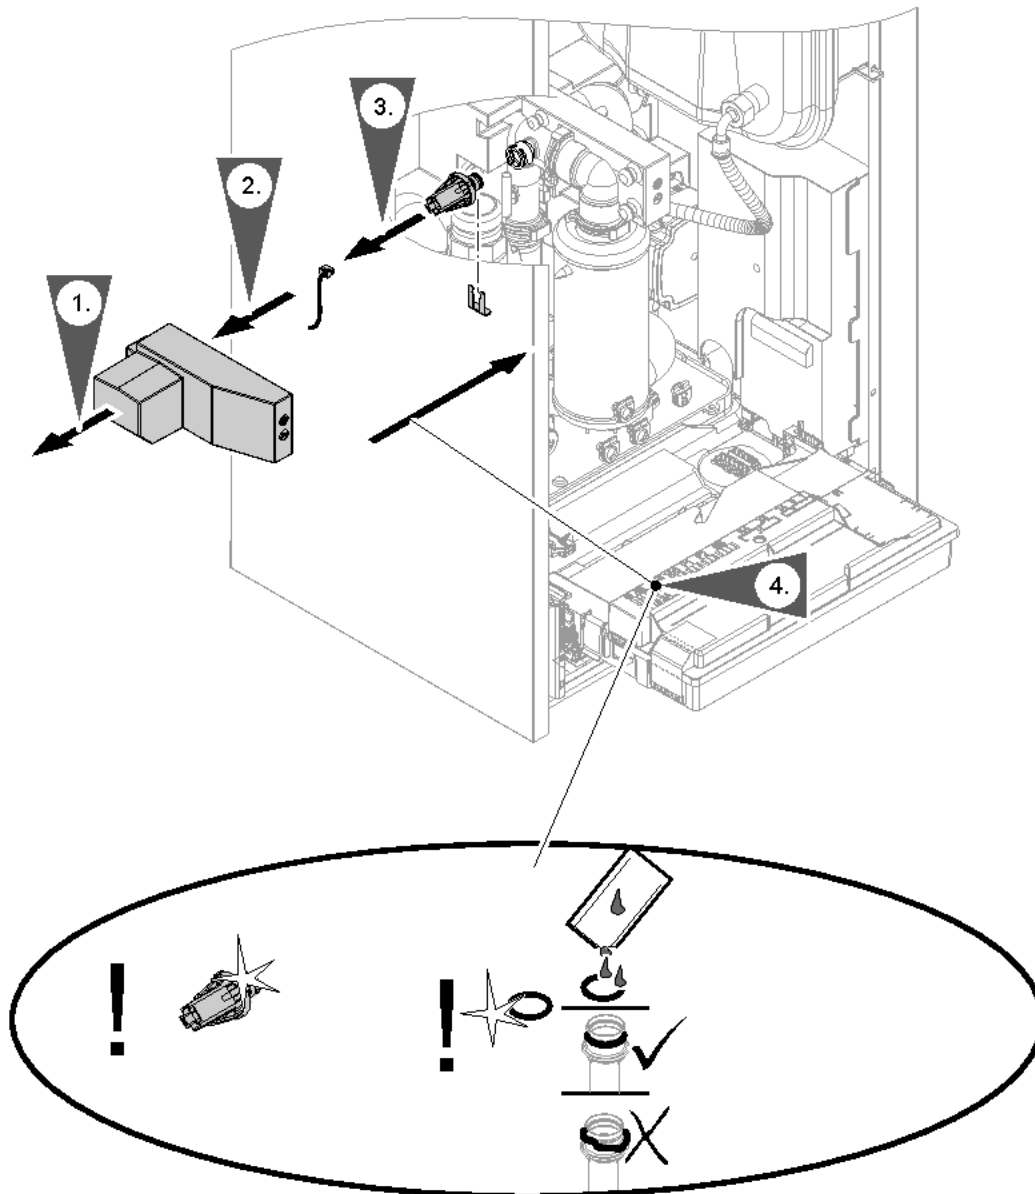

Abb. 88
- Wasserdrucksensor: Siehe Abb. 88.